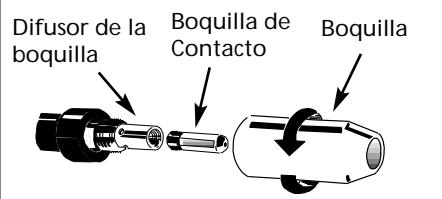

Figura 6 - Boquilla del Soplete
- Remueva la boquilla girándola en el sentido de las manillas del reloj cuando se tira de ella hacia afuera. Luego desenrosque la punta de contacto desde el extremo del soplete. (Vea la Figura 6). Enchufe la soldadora en el receptáculo de abastecimiento de energía correcto.
- Cuidadosamente deslice la punta de contacto sobre el alambre y atorníllela en el extremo del soplete. (Vea la Figura 6). Instale la boquilla girándola en el sentido de las manillas del reloj y empújela. Corte el alambre a aproximadamente 1/4 de pulgada de la boquilla.